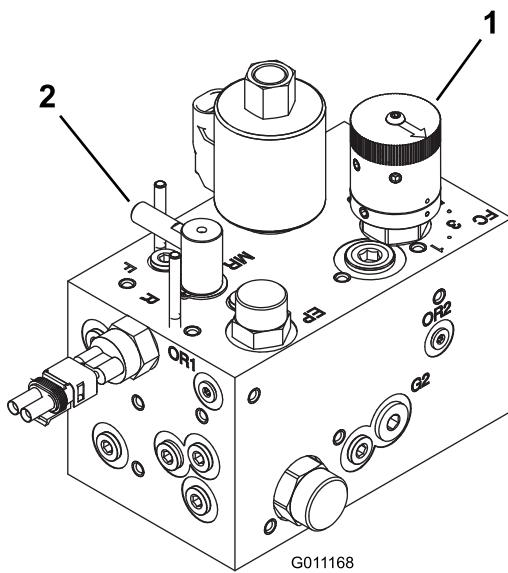

図 41
- リール速度コントロールノブ(図41)を、ステップ(1)で決めた番号に合わせる。